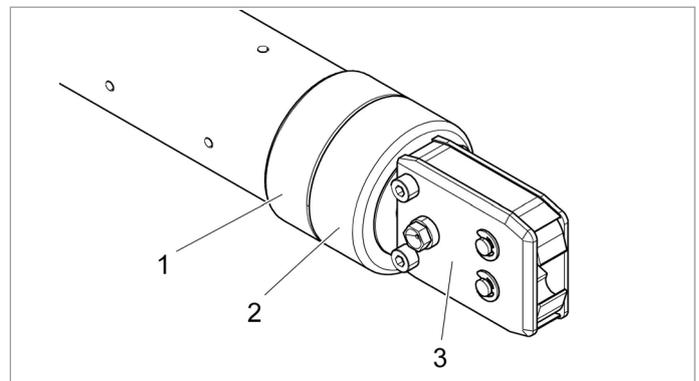

Abb. 11 Zangenkopf ausrichten
Der Zangenkopf (Abb. 11/3) kann in eine für den Anwender optimale Position gedreht werden.
3. Kontermutter (Abb. 11/1) lösen.
4. Überwurfmutter (Abb. 11/2) leicht lösen.
5. Zangenkopf (Abb. 11/3) in die gewünschte Position drehen.
6. Überwurfmutter (Abb. 11/2) festziehen und mit Kontermutter (Abb. 11/1) sichern.